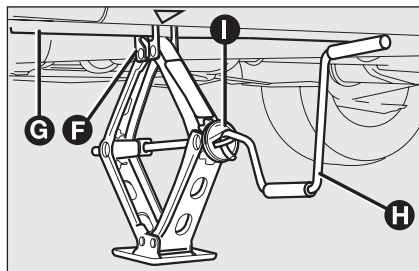

fig. 6
- ☐ posizionare il cric vicino alla ruota da sostituire, in corrispondenza del segno ▼ riportato sul longherone **fig. 6**;
- ☐ inserire la manovella **H-fig. 6** nel dispositivo **I** del cric e sollevare la vettura, sino a quando la ruota si alza da terra di alcuni centimetri. Girando la manovella, cautelarsi che la rotazione avvenga liberamente senza rischi di escoriazioni alla mano per sfregamento contro il suolo. Anche le parti del cric in movimento (vite ed articolazioni) possono procurare lesioni: evitarne il contatto. Pulirsi accuratamente in caso di imbrattamento con il grasso lubrificante;